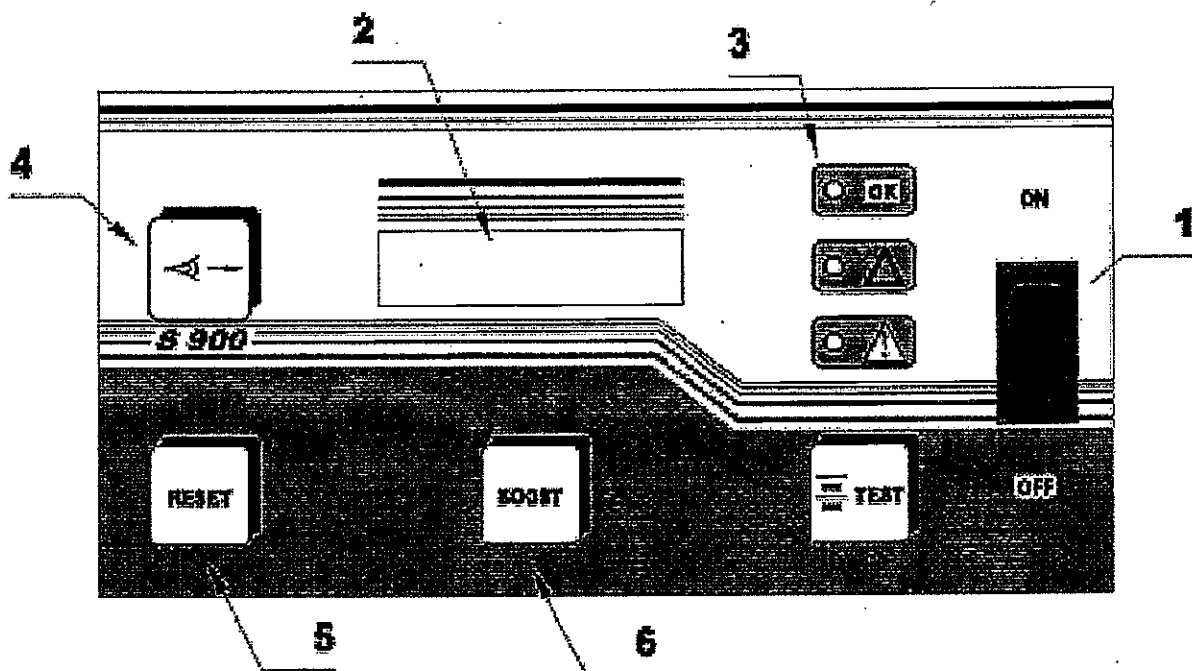

Рисунок 4 – Внешний вид панели управления 899
1.4.11 ЗВУ имеет три светодиодных индикатора для индикации состояния ЗВУ, расположенные на панели управления 899 (см. 1.3.5, рисунок 4).